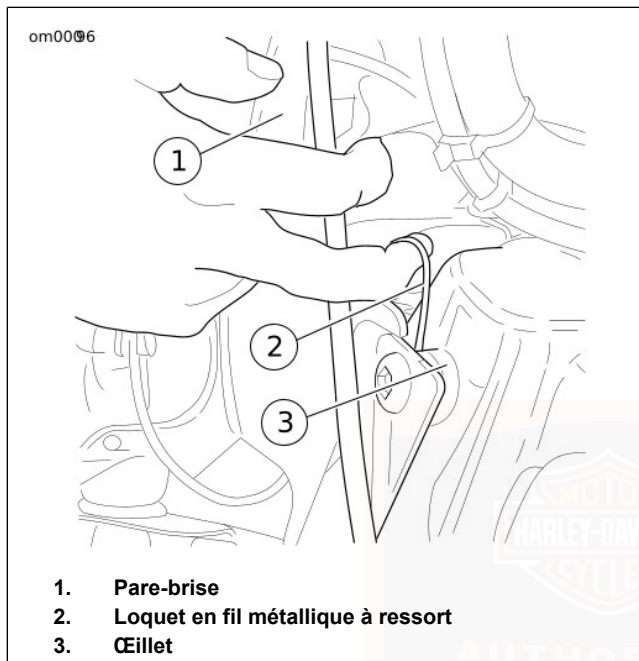

Figure 16. Ensemble du pare-brise
1. Voir la Figure 16. Insérer les doigts dans les loquets en fil métallique à ressort de l'un ou l'autre des deux côtés du pare-brise et déplacer le HAUT du bloc pare-brise vers l'avant jusqu'à ce que les encoches SUPÉRIEURES du support se séparent des œillets en glissant.
1. Voir la Figure 16. Insérer les doigts dans les attaches métalliques à ressorts de l'un ou l'autre des deux côtés du pare-brise et faire glisser les encoches INFÉRIEURES du support de pare-brise sur les œillets inférieurs.